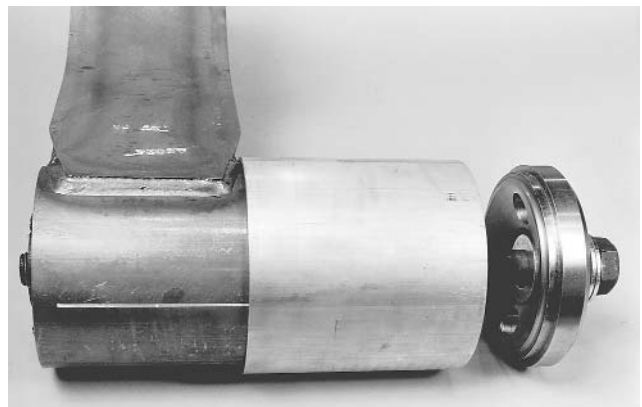

Figura 14. Montando la herramienta en el tubo del buje
10. Inserte el tornillo hexagonal de la herramienta parcialmente ensamblada a través del buje hasta que el tubo de transición asiente uniforme en el tubo del buje (figura 14).